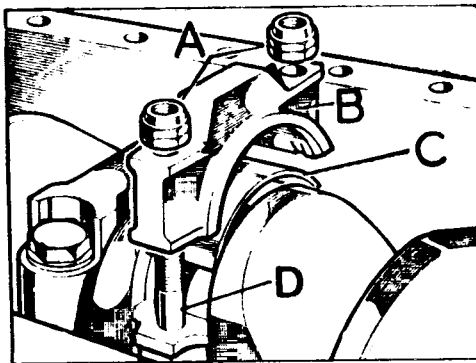
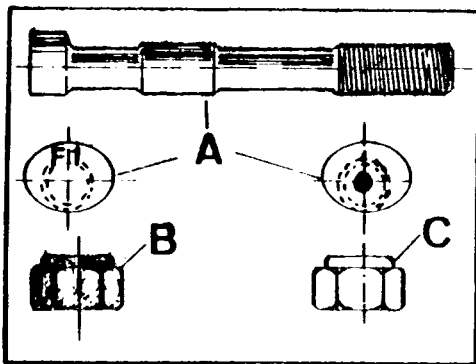
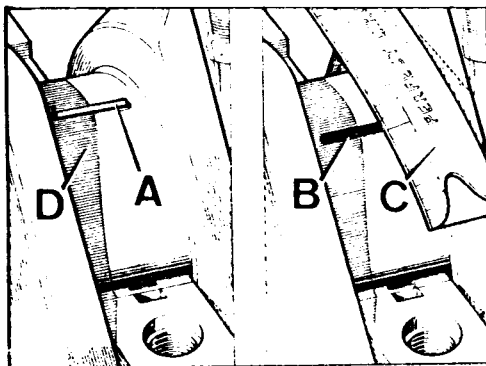

Fig. A1-101 Desmontaje de pistones y bielas
Fig. A1-103 Identificación de tornillos y tuercas de biela
Fig. A1-108 Comprobación del juego entre los cojinetes y las muñequillas
- 2.4. Montar las tapas, B (Fig. A1-101) con sus tornillos, D, los cuales deberán de ser de rosca laminada (ver identificación Fig. A1-103).
- 2.5. Montar tuercas nuevas, A (Fig. A1-103) las cuales podrán ser cadmiadas o de acabado natural, y apretarlas a una tensión que dependerá del tipo de tuerca que sea.
- 6.3. Apretar las tuercas con una tensión de 3,5 a 4,50 mkg., dependiendo este apriete del tipo de tuerca (ver Fig. A1-103).
- 8.1. Colocar un trozo de plastigage, A (Fig. A1-108) en la muñequilla que se vá a comprobar, este trozo debe ser de largo igual que el ancho de la muñequilla. Montar la tapa y dar a las tuercas su par de apriete correcto (ver Fig. A1-103), desmontar nuevamente la tapa y medir el ancho del plastigage, B, con la escala, C (Fig. A1-108) que dispone la funda del citado plastigage. Esta medida deberá estar comprendida entre 0,019 y 0,069.